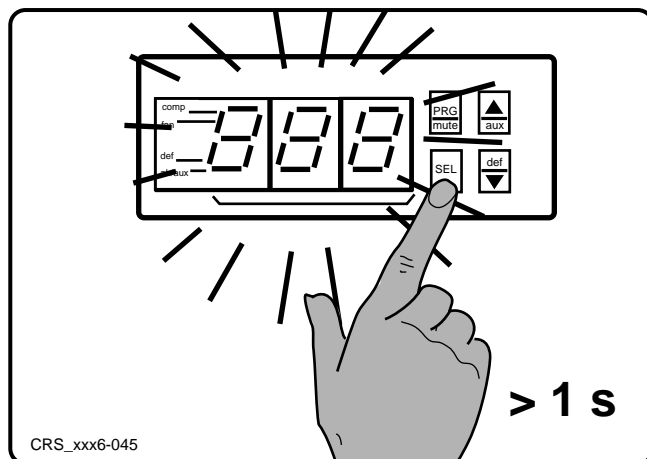

Fig. 3
- pulsar la tecla **SEL** durante más de 1 segundo (véase la fig. 3).
En cuanto parpadea en la indicación el valor actualmente ajustado (véase la fig. 3), puede modificarse el valor nominal de temperatura.
- pressione a tecla **SEL** durante mais de 1 segundo (ver fig. 3).
Logo que o valor actualmente definido começar a piscar no mostrador (ver fig. 3), pode alterar-se o valor teórico da temperatura.